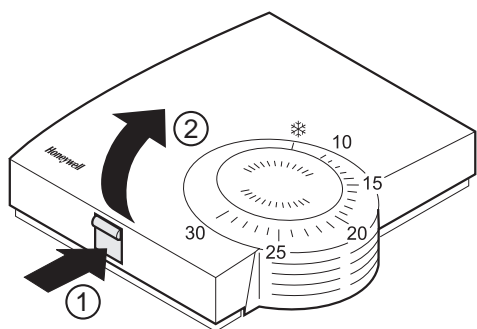

Fig. 11: Enlever le capot du HCW 80
- ▶ Enlever le capot du HCW 80 (voir Fig. 11).